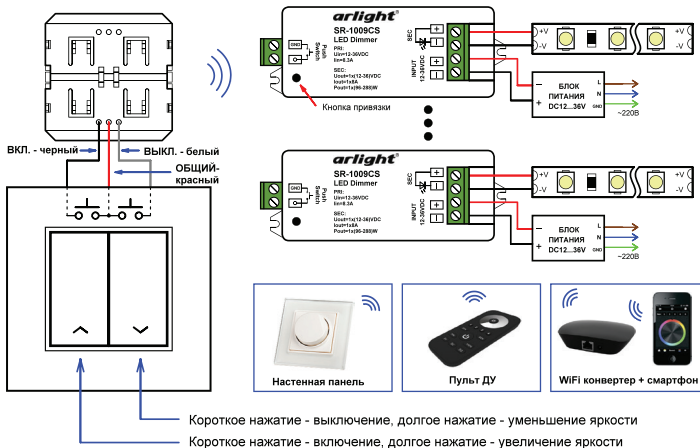

Рис.1. Подключение оборудования на примере диммера SR-1009CS.
- 3.2. Подключите к конвертеру кнопочный выключатель без фиксации с двумя группами нормально разомкнутых контактов (Рис.1).
- 3.5. Подключите светодиодную ленту, диммеры и блоки питания (см. инструкции к используемому оборудованию). Пример подключения оборудования приведен на рис.1.
- 3.9. Проверьте работу управления. Функции кнопки приведены на рис.1.